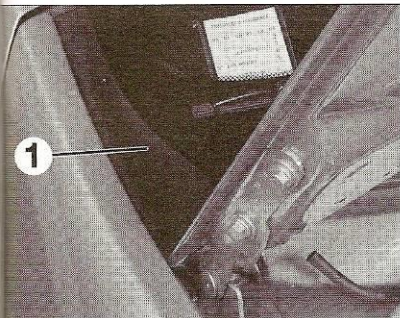

Fig. 84
l'obturateur (1) latéral de grille d'auvent (Fig.84),